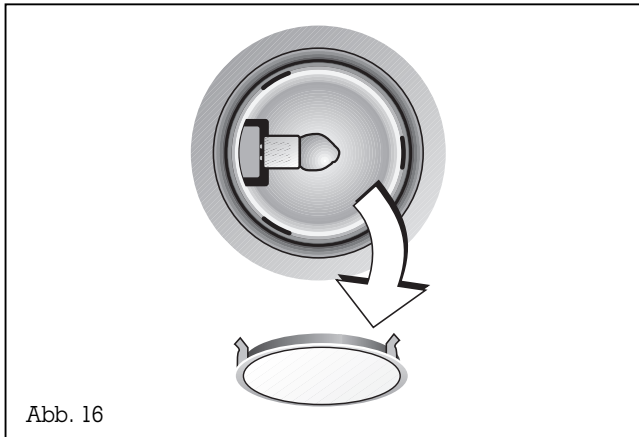

Abb. 16
- Nehmen Sie den Ring an der Lampenabdeckung ab. **Hinweis:** Achten Sie darauf, dass das Glas nicht herausfällt (Abb. 16).